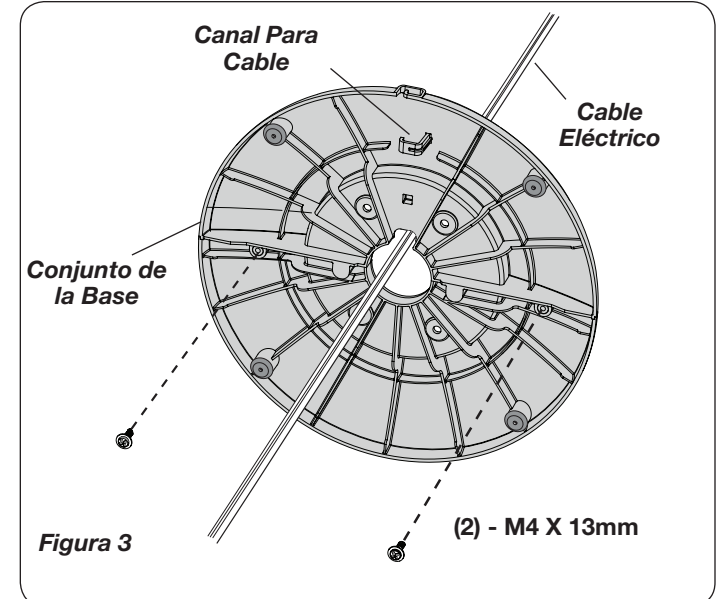

Figura 3
2. Fije las mitades de la base con (2) tornillos M4 X 13 mm. Pase el **Cable Eléctrico** por el gran orificio que se encuentra del **Conjunto de la Base**. **NOTA:** El **Canal Para Cable** en la parte inferior de la base debe estar hacia la parte posterior del Calefactor. (Figura 3)